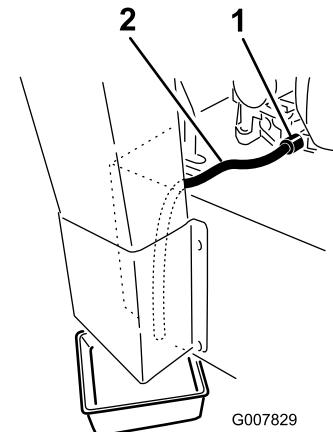

Figura 35
- Collocate una bacinella sotto il tubo di spurgo. Girate la valvola di spurgo dell'olio per lasciar defluire l'olio (Figura 35).